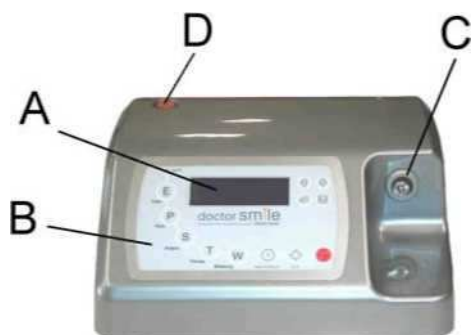

Рисунок 2.3 Передняя сторона
Главные команды расположены на передней части прибора. Рисунок 2.3 дает их подробное описание:
Конец волокна, оснащенный соединителем SMA, должен быть включен в специальное гнездо выхода, расположенное на передней стороне лазера (см. рис. 2.3).
Диодный лазер, расположенный в этом портале, очень тонкий и ломкий при проникновении жидкостей, воздействии дыма, пара или подобных явлений. Необходимо избегать попадания пальцев в портал, а также не заглядывать непосредственно внутрь. (см. рис. 2.3с).
2. Возьмите соединитель и вставьте его в специальное гнездо (см.рис.2.3с),